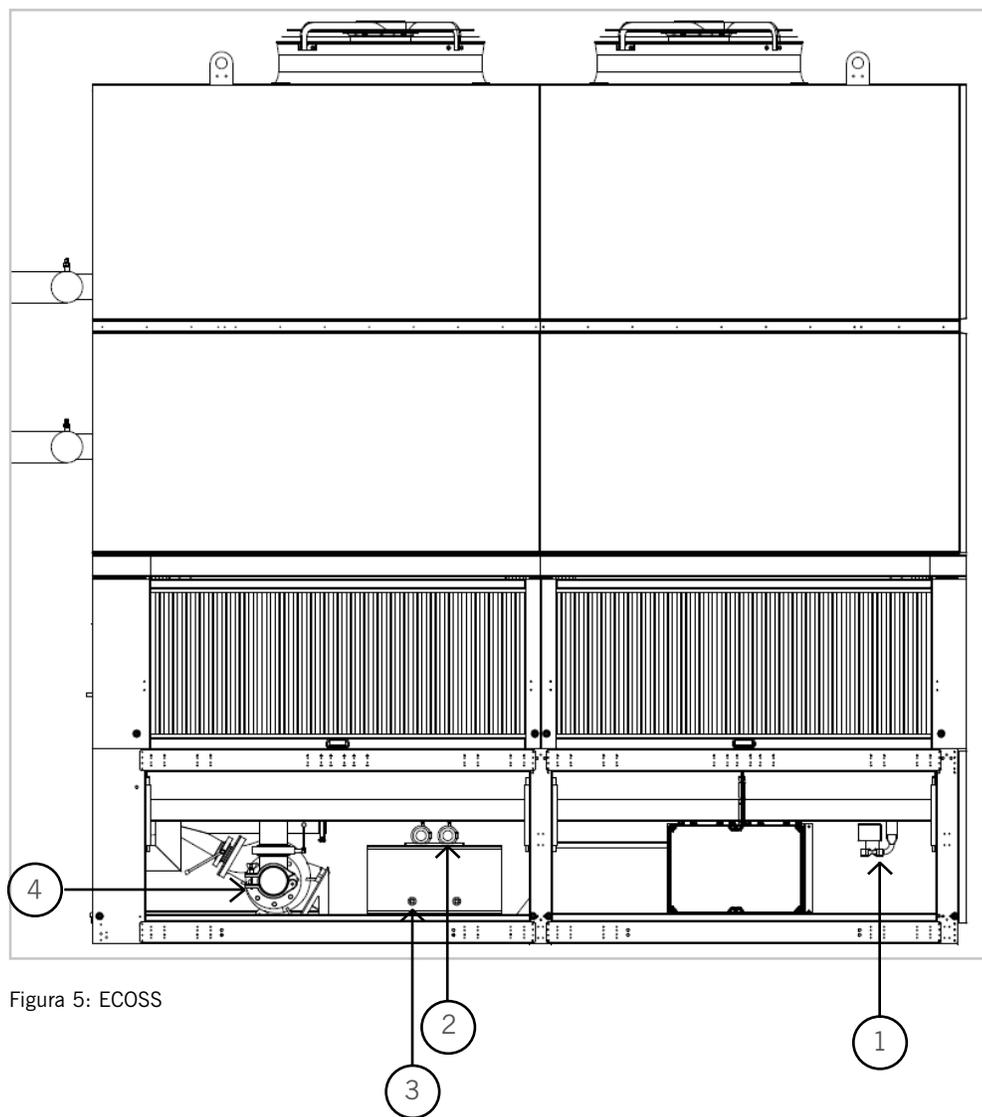

Figura 5: ECOSS
3. Verifica-se o nível de água na bacia. Para realizar esta leitura, há um sensor de nível, conforme a Figura 5, que informa o volume de água presente na bacia. Este nível pode ser verificado na marcação e é representado por (Normal / Baixo);